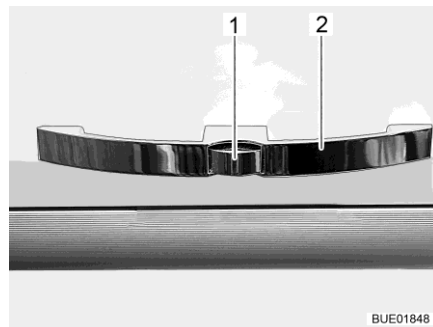

Bild 85 Möbelklappe mit Griff (Beispiel)
- Den Entriegelungsknopf (Bild 85,1) am Griff (Bild 85,2) drücken und gedrückt halten.